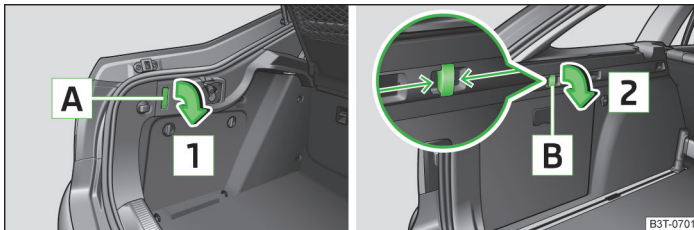

Abb. 86 Klappbarer Haken: Superb / Superb Combi
- › Superb: Auf den unteren Teil des Hakens **A** drücken und diesen in Pfeilrichtung **1** nach unten klappen » Abb. 86.
- › Superb Combi: Den Haken **B** in Pfeilrichtung fassen und diesen in Pfeilrichtung **2** nach unten klappen » Abb. 86.